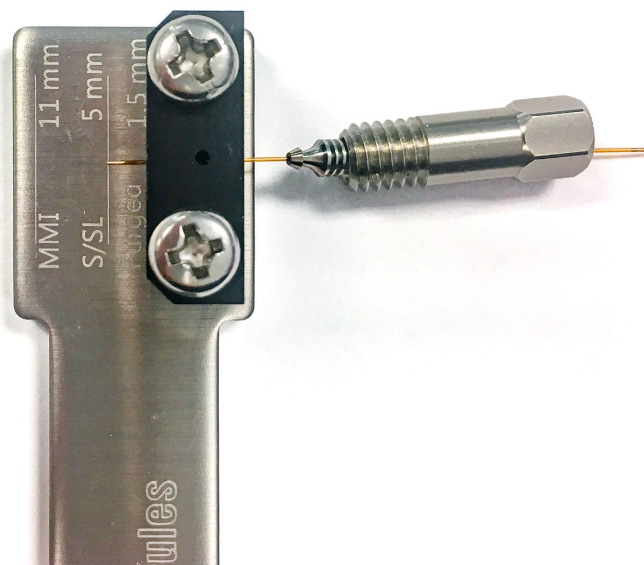

图 13. 将色谱柱旋入色谱柱螺母、密封垫圈和套接工具
- 3 将色谱柱末端穿过色谱柱螺母、密封垫圈和套接工具，如图 13 中所示。